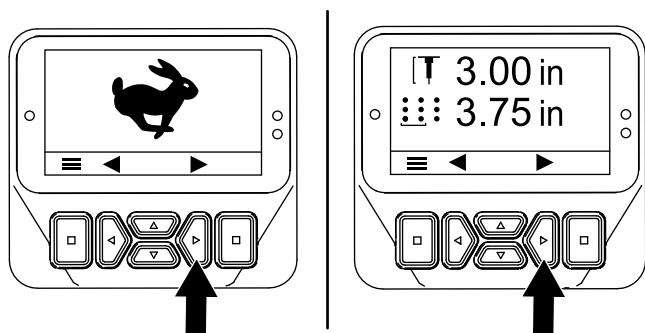
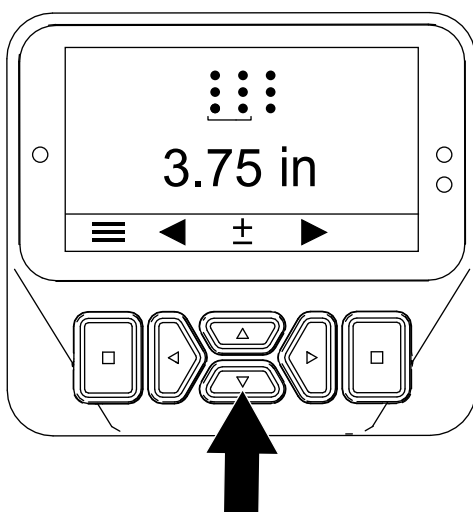

Figura 53
Figura 54
3. Prima o botão direito até ser mostrado o ecrã que permite configurar a profundidade dos furos (Figura 53 e Figura 54).
4. Ajuste o espaçamento entre furos (Figura 54) conforme indicado a seguir: